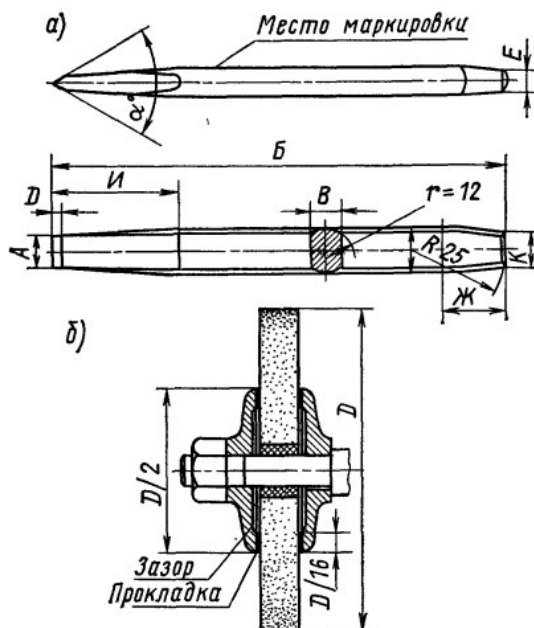

Рис. 4. Заточка зубила:
4. На эскизе слесарного зубила (рис. 4, а) пользуясь табл.1, проставьте вместо букв соответствующие размеры, приняв ширину режущей кромки зубила  $A = 20$  мм.